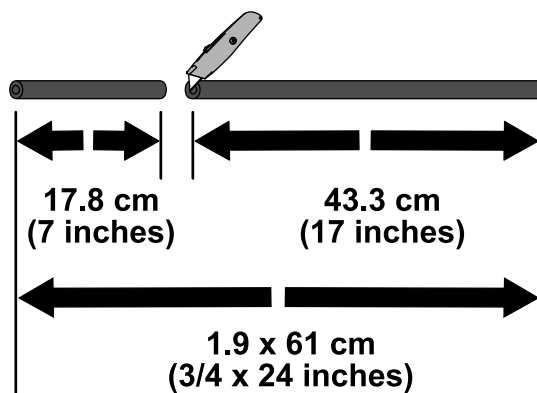

Figura 4
1. Meça 17,8 cm a partir da extremidade do tubo 1,9 x 61 cm e marque esse local (Figura 4).